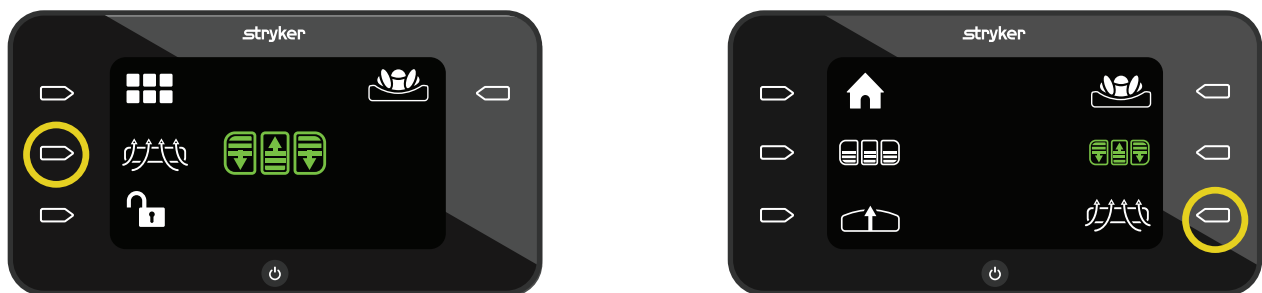

Figura 36 – LAL non attiva
1. Per attivare LAL, premere il pulsante **Azione** accanto all'icona **LAL non attiva** (Figura 36).